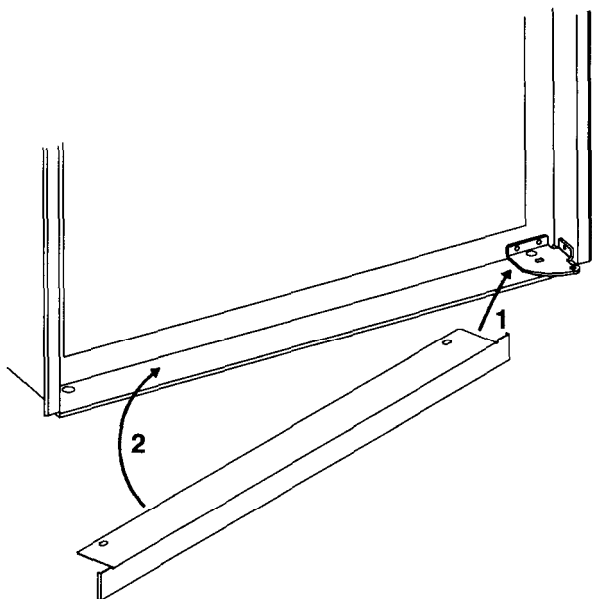

FIG. 3
1. Monter sokkelfronten ved å skyve den inn under den nedre styrebrikken, jfr. fig. 3. Styrebrikken kan være plassert **på** venstre eller **høyre** side avhengig av døråpningen.